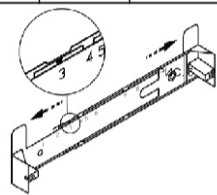

рис. 5
- прежде чем прикрепить кронштейн к стене, необходимо выставить его на нужный размер (равный ширине верхней фальштрубы вытяжки) - рис.5. Увеличьте размер кронштейна (если это необходимо), раздвинув его, и зафиксируйте фиксатором напротив соответствующей цифры.